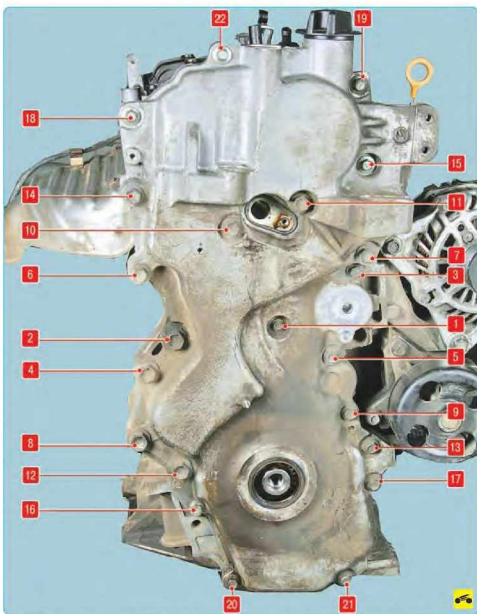

Рис. 5.9. Последовательность затяжки болтов крепления крышки газораспределительного механизма
32. Установите крышку газораспределительного механизма и затяните болты в порядке, указанном на рис. 5.9